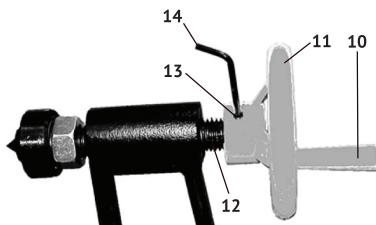

рис. 3
7.4. Рукоятку 10 (рис. 3) вкрутите в резьбовое отверстие маховика 11 (рис. 3). Установите маховик 11 (рис. 3) на пиноль 12 (рис. 3) и закрепите винтом 13 (рис. 3), используя шестигранный ключ 14 (рис. 3).